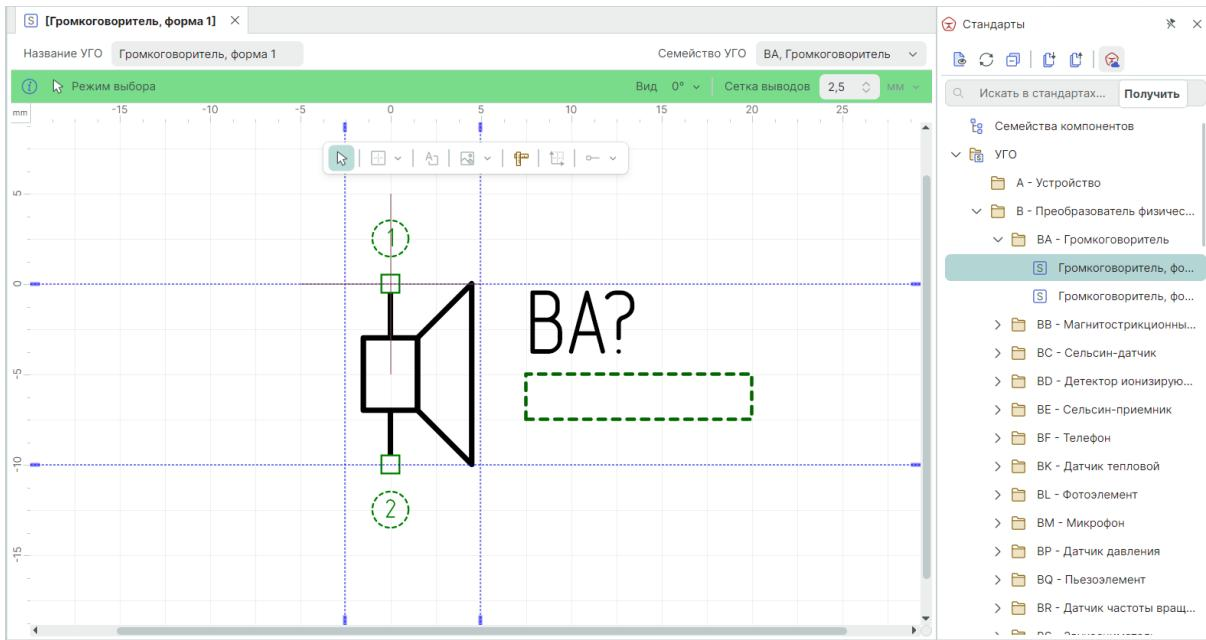

Рис. 78 Стандарты системы в режиме «Только для чтения»
5. При открытии в редакторах Стандартов системы в случае, если осуществлено подключение к Delta Design Enterprise Server и текущая рабочая группа не является источником стандартов, см. Рис. 78.